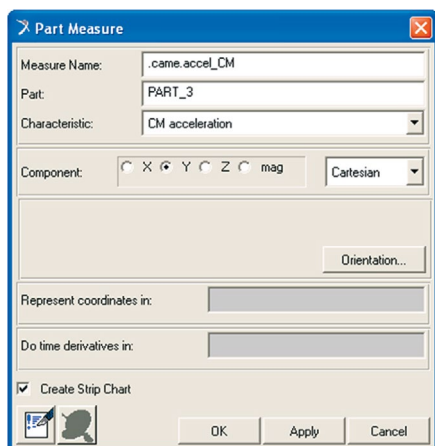

Figura 3.22 – Criando janela gráfica para a aceleração do seguidor.
- Para finalizar, o próximo passo é criar a janela para mostrar a variação da aceleração do seguidor. Na caixa de diálogo *Part Measure*, altere o *Measure Name* para “*accel_CM*”. No campo *Characteristic* selecione a opção *CM acceleration*. No campo *Component* mantenha selecionada a opção *Y* (Figura 3.22). Clique em *OK*.